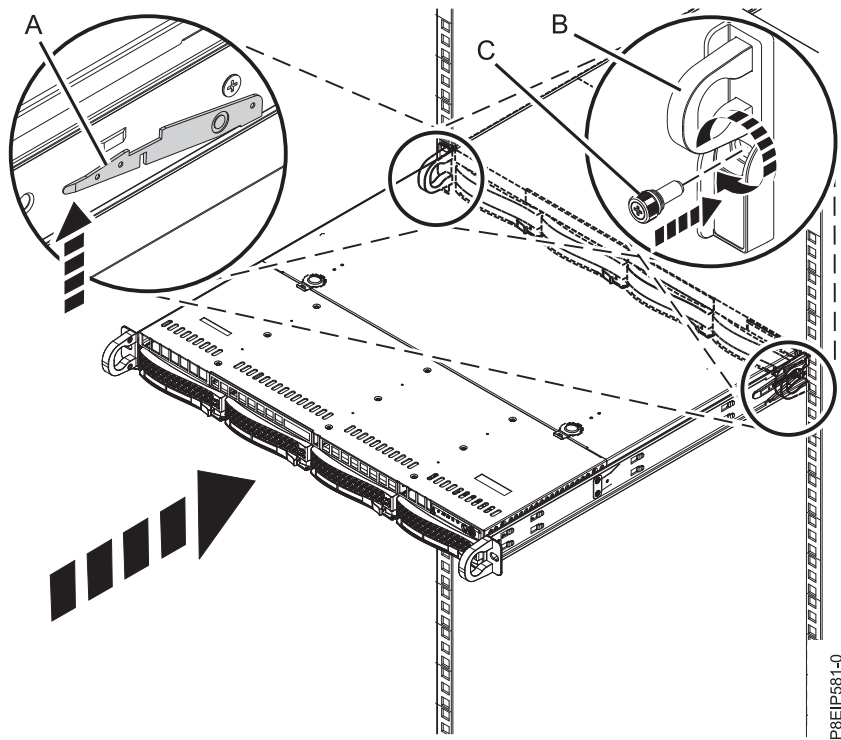

Figura 85. Colocación del sistema en la posición operativa
4. Libere los pestillos de seguridad del riel (**A**) estirándolos hacia arriba, tal como se indica en Figura 85 en la página 89, después, empuje el sistema para que quede totalmente dentro del bastidor.